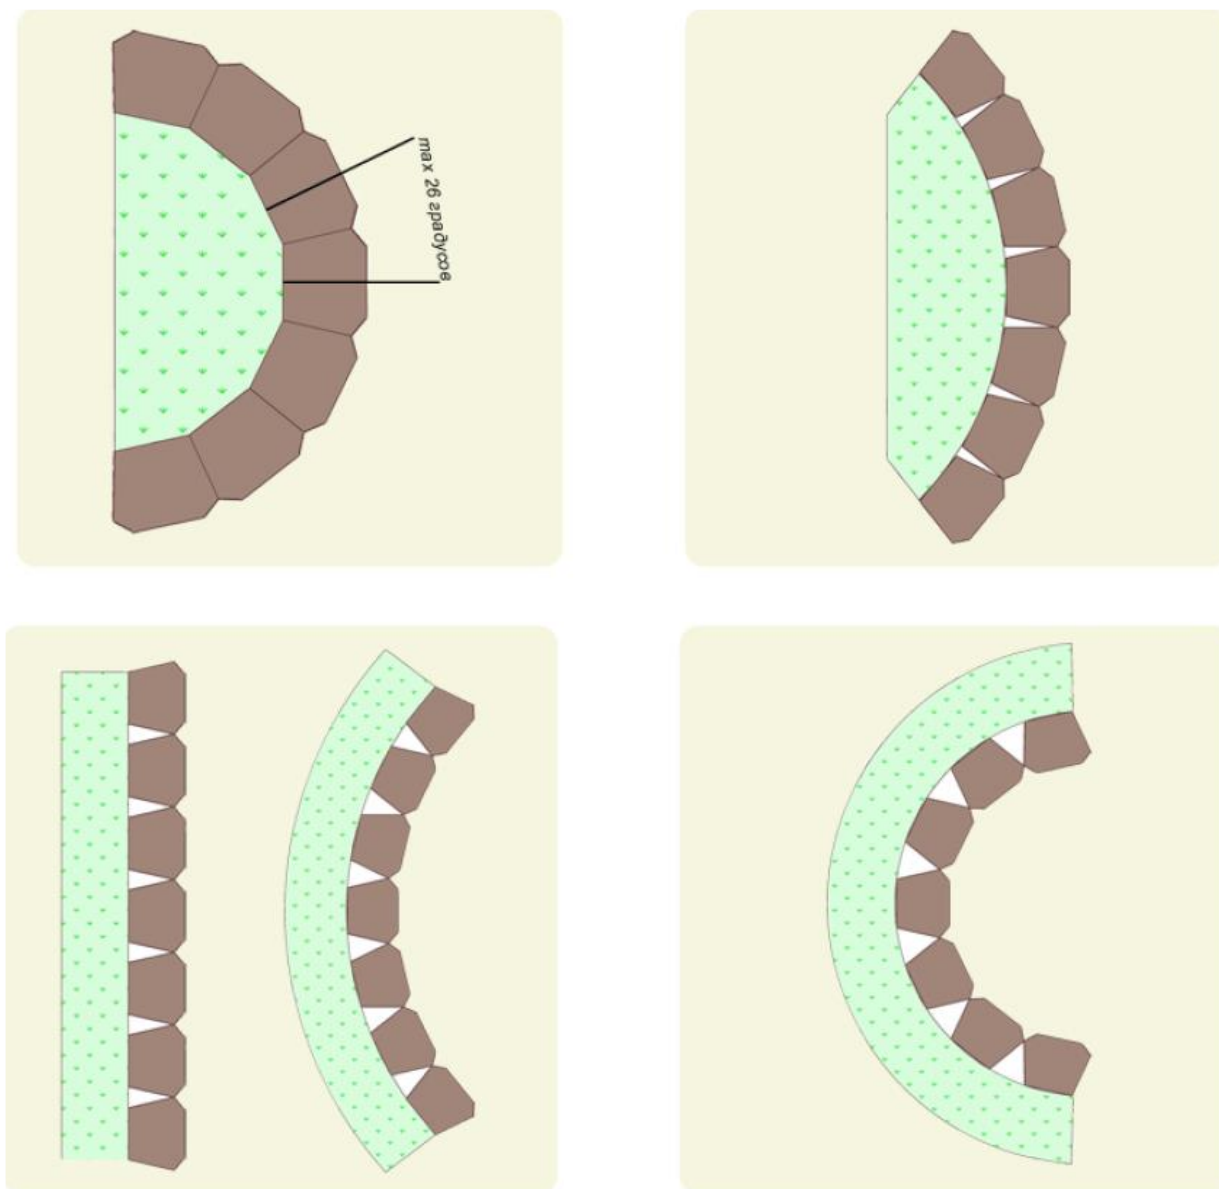

Рис. 3.7. Возможные радиусы поворота подпорной стенки.
3.14 Конструкция Подпорного камня позволяет выполнять подпорную стенку с плавными поворотами и изгибами в любом направлении. Такой способ кладки повышает не только декоративные, но и прочностные свойства готовой конструкции. Схематичное изображение возможных радиусов поворота подпорной стенки показано на Рис. 3.7.